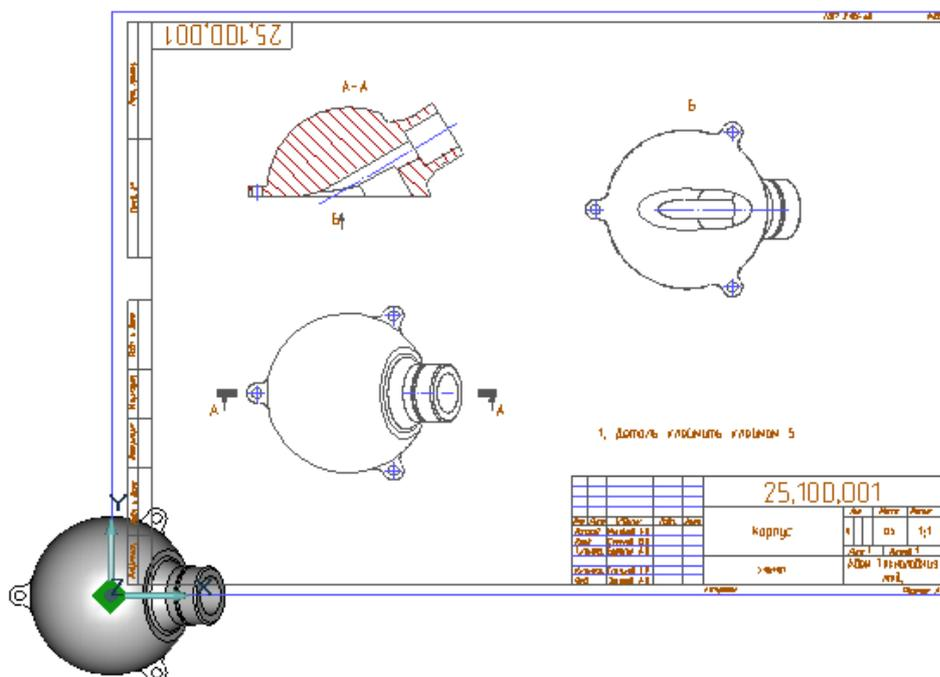

Рис. 2.37 Построение видов и разреза, нанесение технических требований
7. Установите полученный разрез над видом сверху (см. рис. 2.37), «Esc»
6. Установите полученный вид справа от вида спереди (см. рис. 2.37), «Esc».